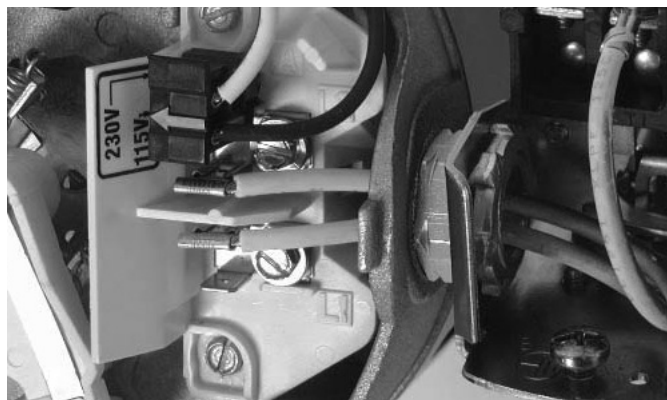

Figura 7: Tensión configurada para 115 V, tipo ficha.
3. Mueva la ficha de cambio de tensión a la posición de 115 V. Ahora la ficha cubrirá 2 lengüetas metálicas y la flecha en la ficha quedará alineada con la flecha de 115 V en la etiqueta (consulte la Figura 7).